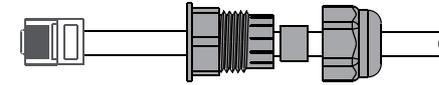

Figura 4.5-4 Cerrar remotamente la conexión del cable
Paso 3-2 Para el Apagado Remoto. Haga pasar el cable a través de la placa de acero, luego cablee desde los pines 5 y 6. Tabla 4.6-1 describe la definición del puerto de 6 pines, el cableado se muestra en la Figura 4.5-4.